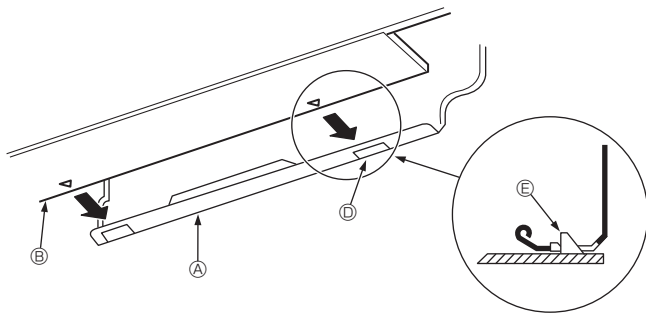

Fig. 3-20
3. Beim Einführen der Wasserrohrleitung und des Entleerungsschlauchs in das Wanddurchgangsloch (Durchführungshülse) die Oberseite des Innengeräts an der Montageplatte ① aufhängen.
5. Befestigen Sie die Innenanlage, indem Sie sie gegen die Montageplatte ① drücken. (Fig. 3-20)
- \* Prüfen, dass die Nasen ⑤ unten am Innengerät fest in die Montageplatte ① eingehakt sind.